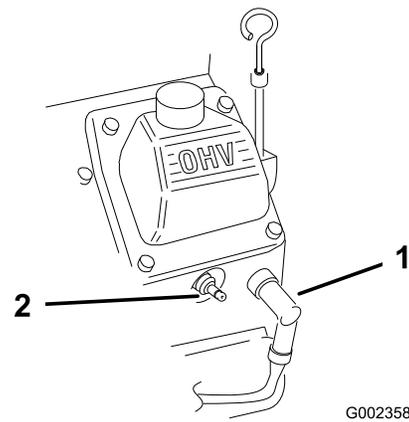

Figura 20
2. Desligue os cabos das velas de ignição (Figura 20).